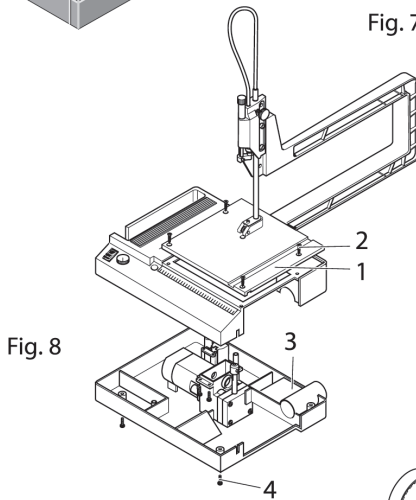

Fig. 8
3. Desenrosque os parafusos **2** (fig. 8) da prancha de trabalho **1**.